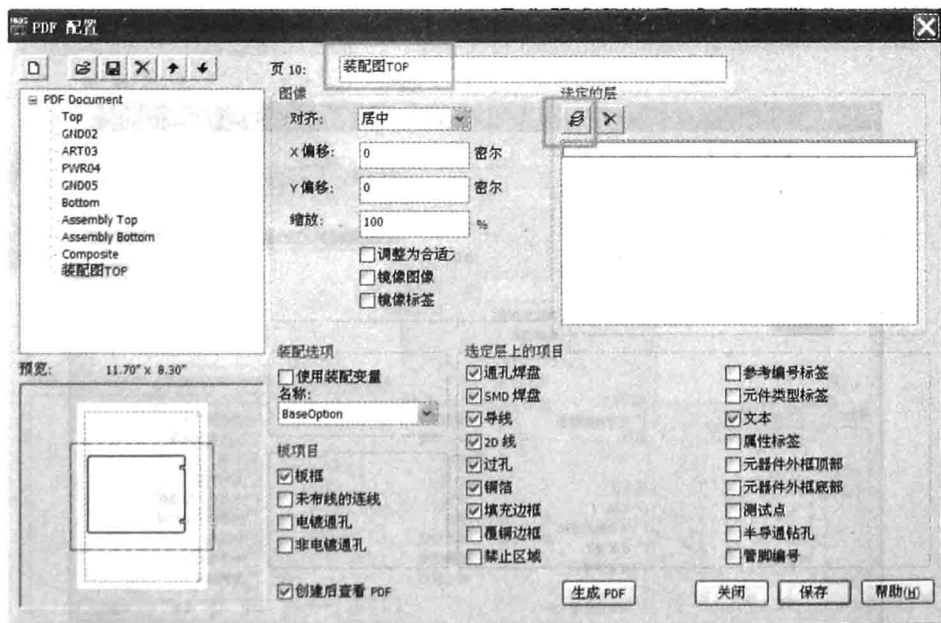
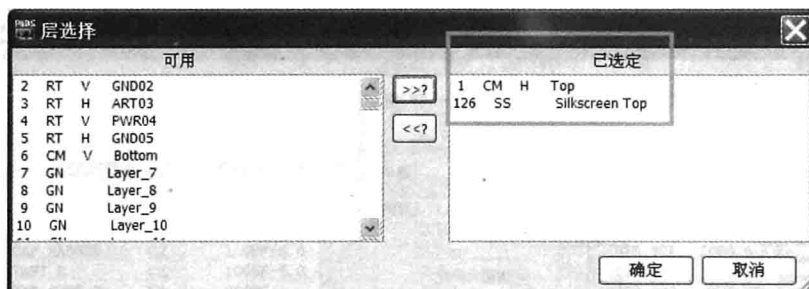

图 6-51 添加装配图 TOP 文件
图 6-52 选定 Top 和 Silkscreen Top 文件
(2) 单击  图标, 弹出“页 10”对话框, 并改名为“装配图 TOP”, 如图 6-51 所示, 并在“选定的层”栏中单击  图标。将 Top 和 Silkscreen Top 层添加进“已选定”栏中, 如图 6-52 所示。然后在“选定的层”栏中分别对 Top 和 Silkscreen Top 层进行定义, 如图 6-53 和图 6-54 所示。